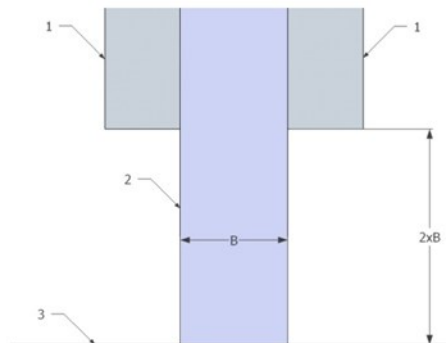

Рис. 1
- очистительная резина не должна выступать за крепление более чем на два размера ее ширины (Рис. 1)